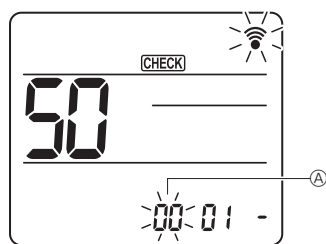

Fig. 7-18
② Configuración del número de unidad
Pulse el botón [DOWN] para seleccionar el número de unidad ①. (Fig. 7-18)